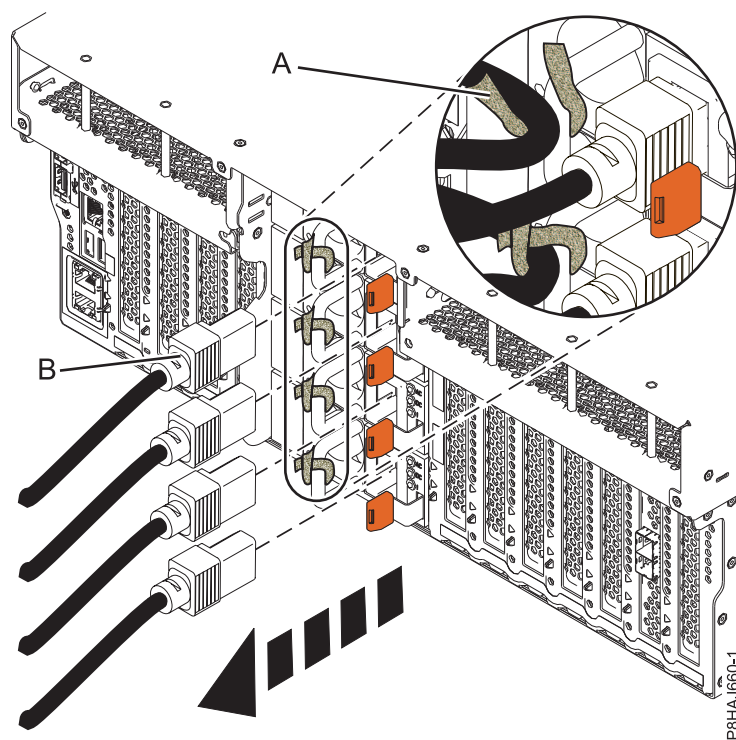
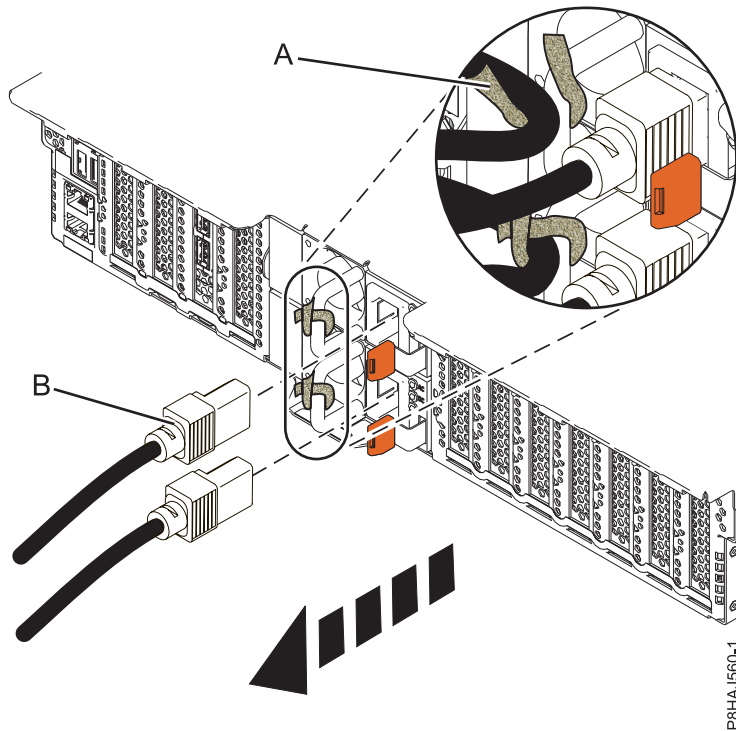
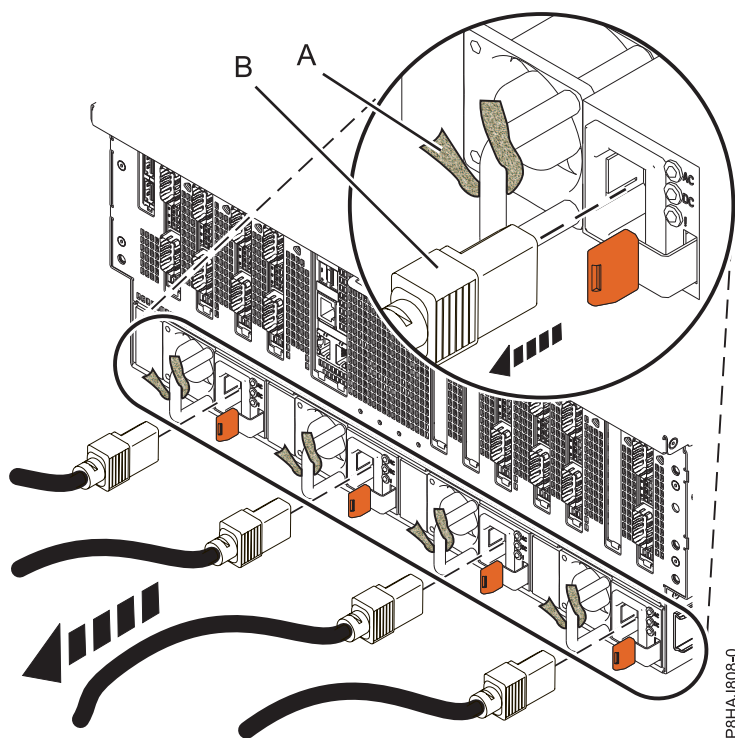

Figura 43. Extracció dels cables d'alimentació d'un sistema 8247-42L, 8286-41A o 8286-42A
Figura 44. Extracció dels cables d'alimentació d'un sistema 5148-21L, 5148-22L, 8247-21L, 8247-22L, 8284-21A, o 8284-22A
Figura 45. Extracció dels cables d'alimentació d'un sistema 8408-44E o 8408-E8E
3. Desconnecteu els cables d'alimentació **(B)** de la unitat del sistema. Consulteu Figura 43 a la pàgina 57, Figura 44 a la pàgina 57 o Figura 45 a la pàgina 58 depenent del tipus de sistema que tingueu.